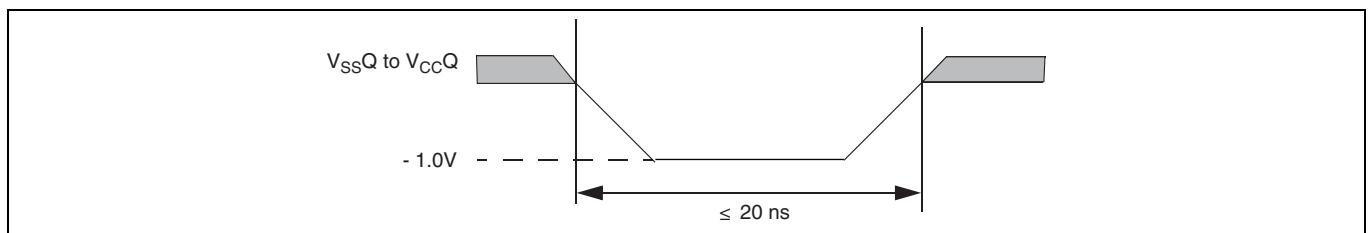
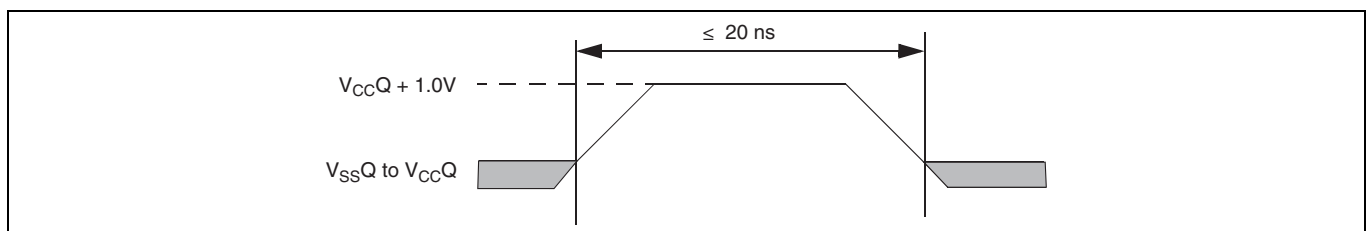

Figure 19 最大負のオーバーシュート波形
Figure 20 最大正のオーバーシュート波形
43. 入力または I/O 信号の最小 DC 電圧は -1.0V です。電圧変動時、入力または I/O 信号は最大 20ns の間 V_{SS} から -1.0V までアンダーシュートする可能性があります。Figure 19 を参照してください。入力または I/O 信号の最大 DC 電圧は V_{CC}+1.0V です。電圧変動時、入力または I/O 信号は最大 20ns の間 V_{CC}+1.0V までオーバーシュートする可能性があります。Figure 20 を参照してください。